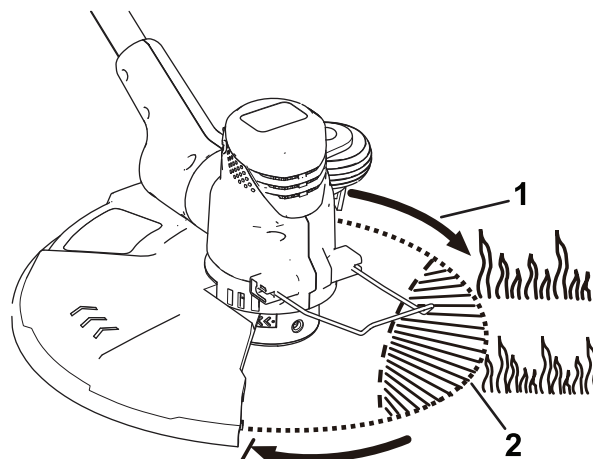

Figure 17
2. Appuyez sur les languettes de chaque côté du chapeau de fixation de la bobine (Figure 17).